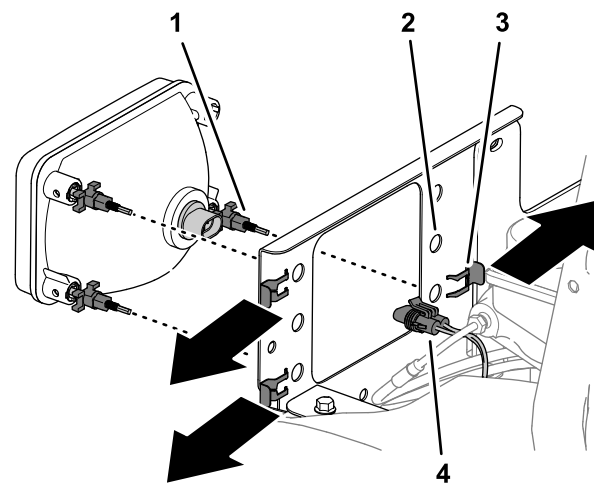

Figura 43
2. Rimuovete le 3 graffette dai 3 dadi di regolazione del faro e rimuovete il faro dalla relativa staffa (Figura 43).
1. Rimuovete il connettore a 2 prese del cablaggio preassemblato della macchina dal connettore a 2 pin nella parte posteriore del faro (Figura 43).
5. Allineate i 3 dadi di regolazione del faro attraverso i fori nella staffa di montaggio del faro e fissate i dadi con le graffette (Figura 43) che avete rimosso al passaggio 2.